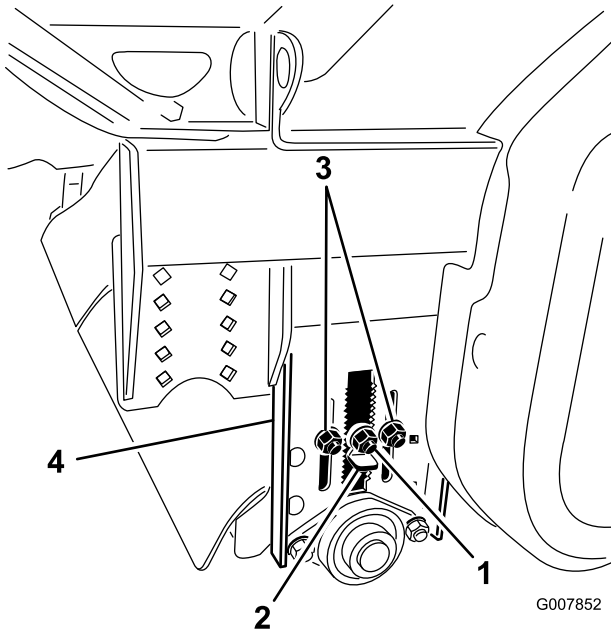

Bild 30
1. Stellen Sie vor dem Nivellieren des Kernprozessors sicher, dass die Höhe der Aufnahmebürste und der Heckrolle auf die richtige Schnitthöhe eingestellt sind (Bild 30).